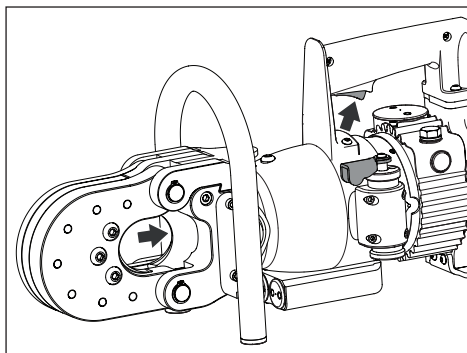

Figura 7, retração do pistão
- Com a alavanca direcional na posição 2, pressione e segure o gatilho para retrair o pistão e deslizar a lâmina móvel para trás. Veja a Figura 7.